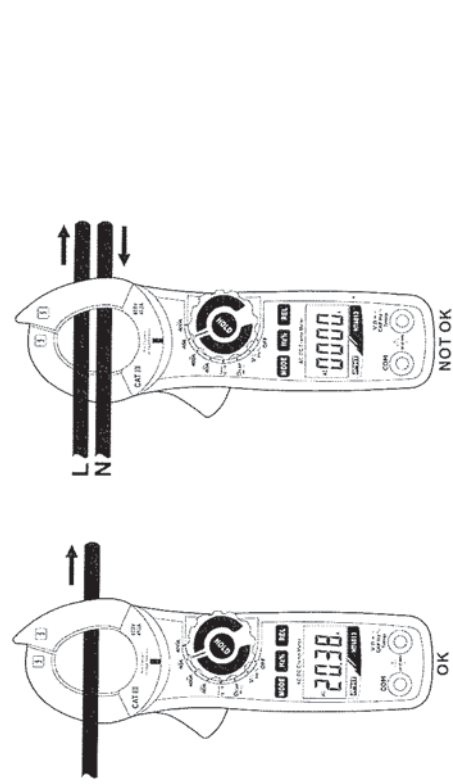

Fig. 9 : Utilisation de la pince pour mesure de courant AC et DC
4. Pour mesure de courant DC vue actuelle de la symbole "-" indique que l'instrument est inséré dans un sens contraire à la direction du courant (voir Fig. 9)